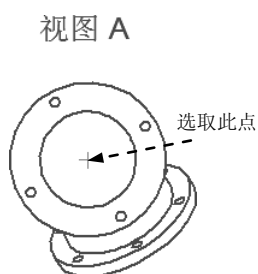

图 4.3.24 选取旋转中心
Step3. 定义旋转中心。在图纸中选取要旋转的辅助视图，然后捕捉图 4.3.24 所示的圆心点为旋转中心。